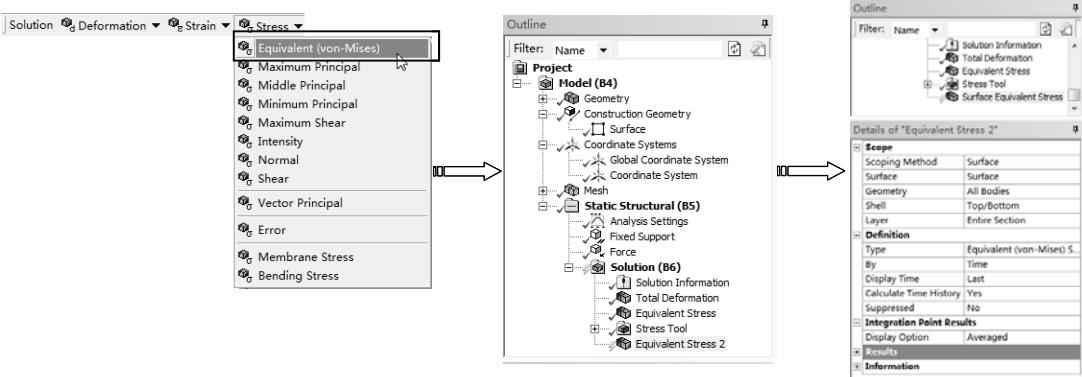

图 5-86 映射应力到表面
8) 映射表面。单击【Solution】工具栏上的【Stress】|【Equivalent (von-Mises)】命令，此时在分析树中插入【Equivalent Stress】项，修改名称为 Surface Equivalent Stress，在详细设置窗口中选择【Scoping Method】为 Surface，选择【Surface】为 Surface，如图 5-86 所示。